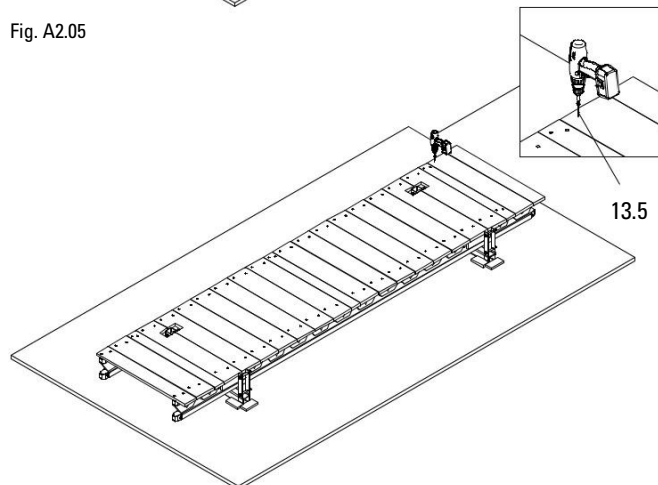

Fig. A2.06
4. Закрепете останалите дъски. (Fig. A2.06)